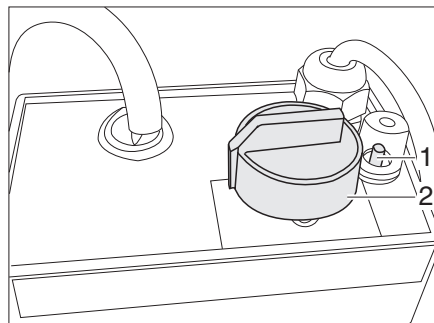

Fig. 315 Regulador para calentamiento eléctrico del piso/de la cama
- Girar el regulador giratorio (Fig. 315,2) hasta el nivel de calefacción deseado.
- Girar el regulador giratorio (Fig. 315,2) a la posición "0".
Si el regulador se sobrecarga, se activa la protección contra sobrecargas. El pasador (Fig. 315,1) salta y se sale.
- Cuando el regulador se haya enfriado, introducir el pasador (Fig. 315,1) de la protección contra sobrecarga.